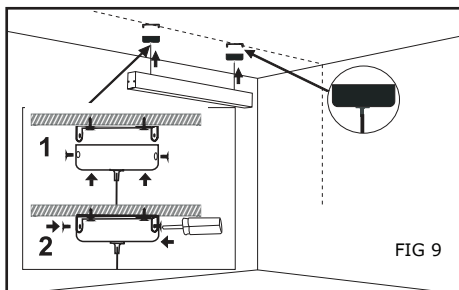

FIG 9
4. Connectez les fils de suspension avec le boîtier de plafond et le rail, ajustez la longueur des câbles en fonction de la hauteur requise, maintenez le rail et installez le boîtier de plafond et les accessoires de suspension; veuillez vous référer aux consignes d'installation d'un bloc d'alimentation externe pour les connexions de câblage (réf. Fig 9).